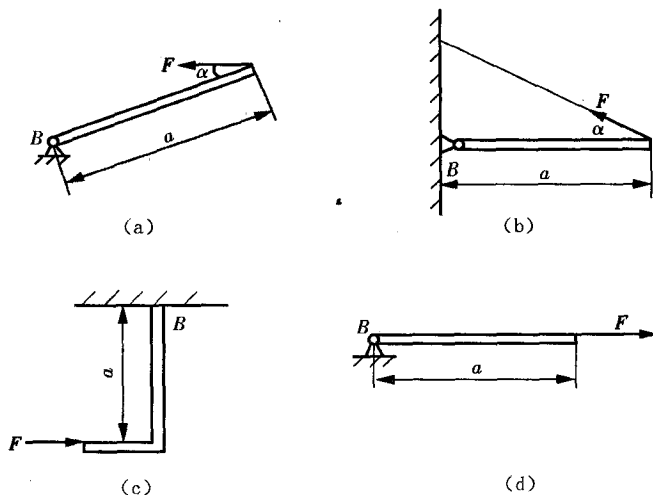

图 2-4
1. 试计算图 2-4 中力 F 对点 B 的力矩。设 $F = 60\text{N}$, $a = 0.3\text{m}$, $\alpha = 30^\circ$ 。